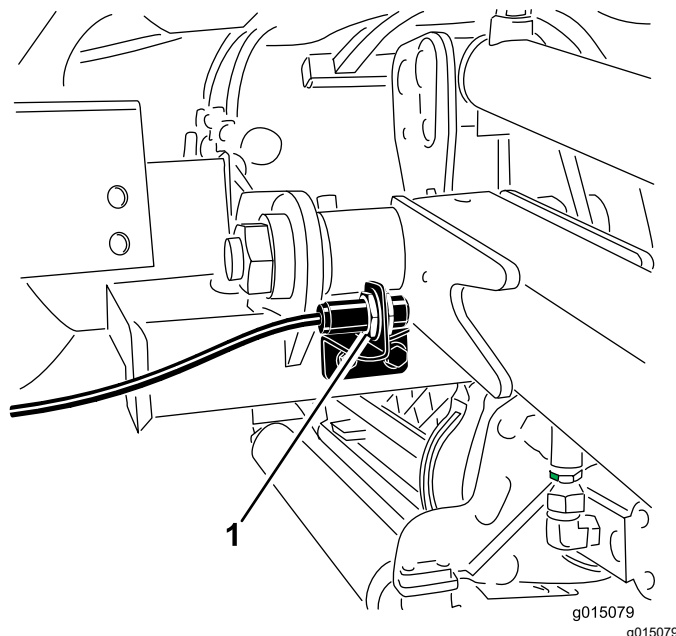

Figura 41
2. El interruptor del brazo de elevación está situado detrás del brazo de elevación delantero derecho (Figura 41).
3. Afloje los tornillos de montaje del interruptor (Figura 41) y mueva el interruptor hacia arriba para aumentar la altura de giro del brazo de elevación, o hacia abajo para reducir la altura de giro del brazo de elevación.